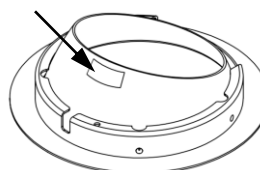

Fig.3
3. Alignez l'étiquette du centre avec l'étiquette du module d'éclairage C4_A (Fig.3)